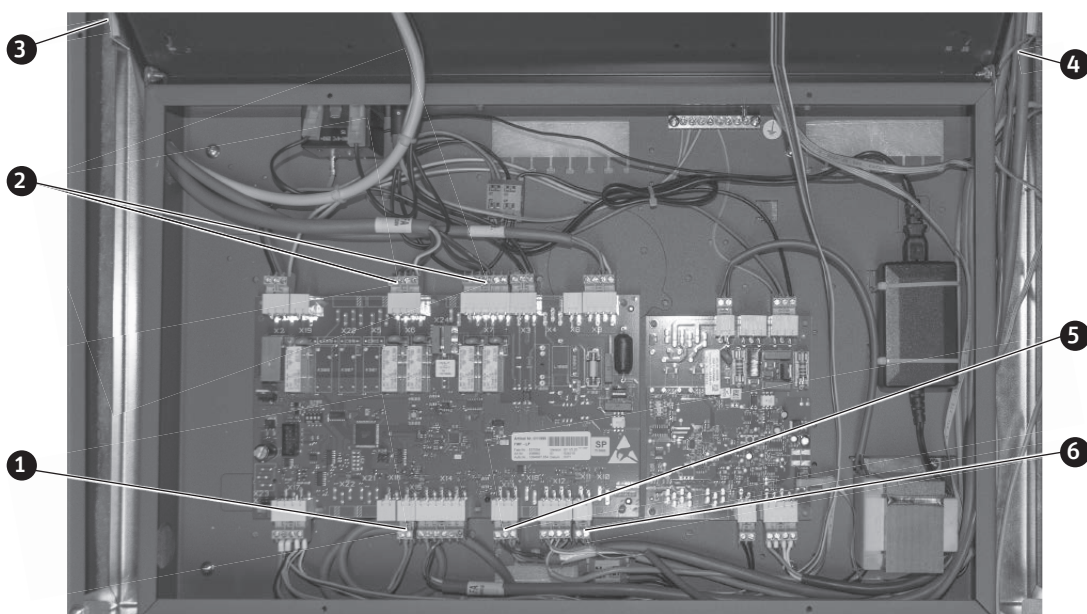

Fig. 89 Ouverture du tableau de distribution, branchement des connecteurs – vue de face
- ▶ Contrôler dans le tableau de distribution si les connecteurs de l'interrupteur de porte X15, de la sonde de fumées X11 (accessoire) et de la régulation d'air X6/X7, X14 sont correctement branchés. Les câbles et les connecteurs portent des inscriptions – Fig. 89.
- ▶ Veiller à ce que le câble très basse tension (0 à 12 V CC) et le câble basse tension (230 V CA) soient posés séparément l'un de l'autre ! Poser les câbles dans les conduites de câbles existantes – Fig. 89.
Veiller à ce que le câble très basse tension (0 à 12 V CC) et le câble basse tension (230 V CA) soient posés séparément l'un de l'autre ! Poser les câbles dans les conduites de câbles existantes – Fig. 89.